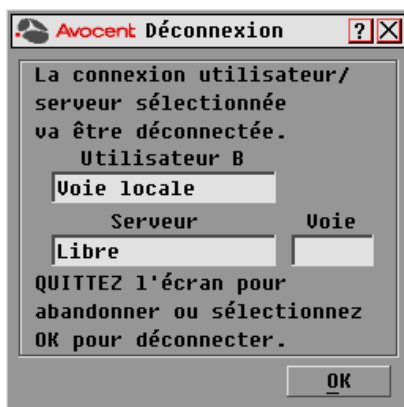

Figure 3.18 : Boîte de dialogue Déconnexion de l'interface OSCAR
3. Cliquez sur la lettre correspondant à l'utilisateur à déconnecter. La boîte de dialogue Déconnexion s'affiche, comme indiqué à la Figure 3.18.